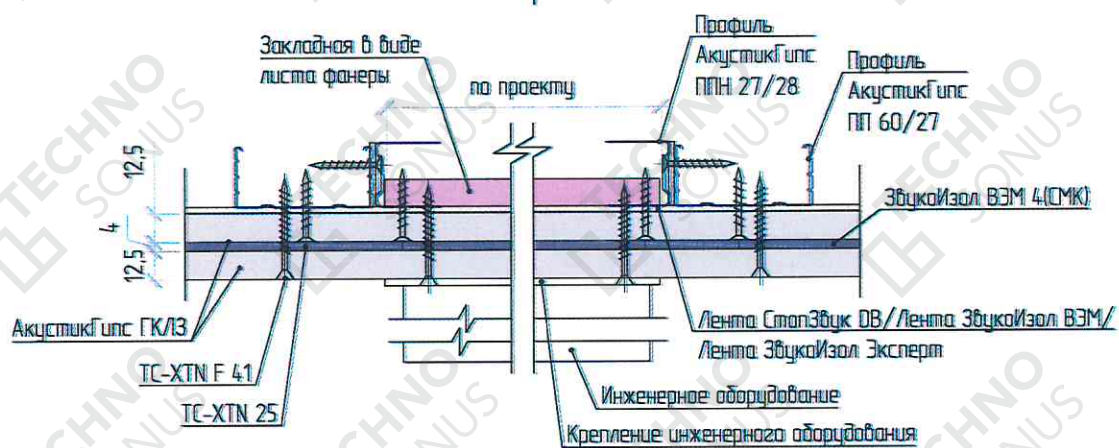

Рисунок 5 – Устройство усиления каркаса (закладные)
6.8. Установить закладные детали (рисунок 5) для крепления стационарного навесного оборудования, не превышающего установленные нагрузки на систему (пункт 7) и элементов интерьера (если в этом есть необходимость), закрепляя их к основным профилям каркаса. Для крепления ревизионных лючков (если в таковых есть необходимость) установить дополнительные элементы каркаса, закрепляя их к основным профилям. В качестве закладных деталей рекомендуем использовать листы фанеры толщиной 12-18 мм или листы ОСП толщиной 18 мм.